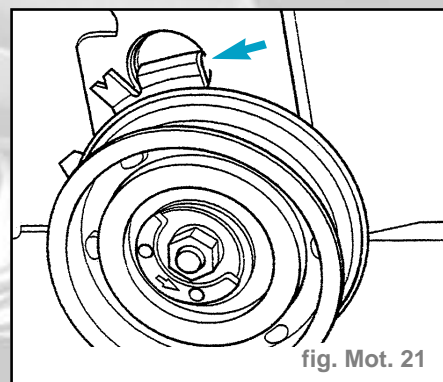

fig. Mot. 21
- L'équerre de retenue flèche doit s'accrocher dans l'évidement de la culasse (fig. Mot. 21).